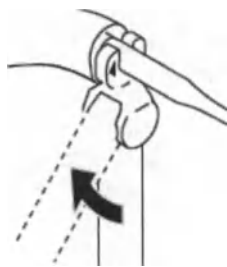

Рисунок 83 — Затягивание насадки
3. С помощью динамометрического ключа примените силу вращения в направлении стрелки (рисунок 83). Прекратите затягивать насадку, когда рукоятка динамометрического ключа будет вращаться вокруг головки динамометрического ключа.